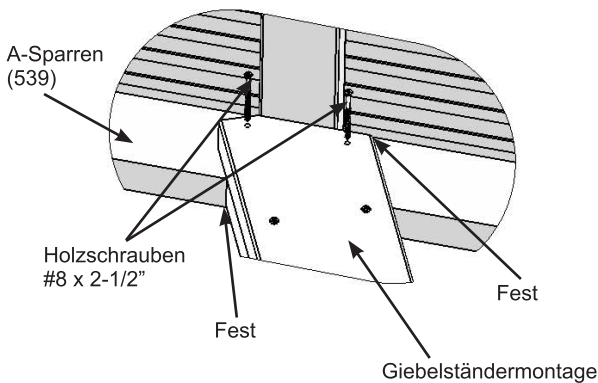

Abb. 10.7
C: Jeden der A-Sparren (539) an der Innenseite von jeder Seitenbalkenmontage mit einem Sparren zur Balken-Winkel pro Sparren mit einer Sechskantschraube 1/4 x 2" (mit zwei Große Unterlegscheibe 1/4-5/16" und einer Kontermutter 1/4") pro Winkel locker befestigen. Die Mitte der Dachplatten hochdrücken, damit die Aussparungen in den Sparren eng an der Seitenbalkenmontage anliegen. Dann mit fünf Zylinderschraube #10 x 1-1/4" pro Winkel befestigen. Die Bolzen anziehen, wenn die Schrauben installiert sind. (Abb. 10.7, 10.8 und 10.9)